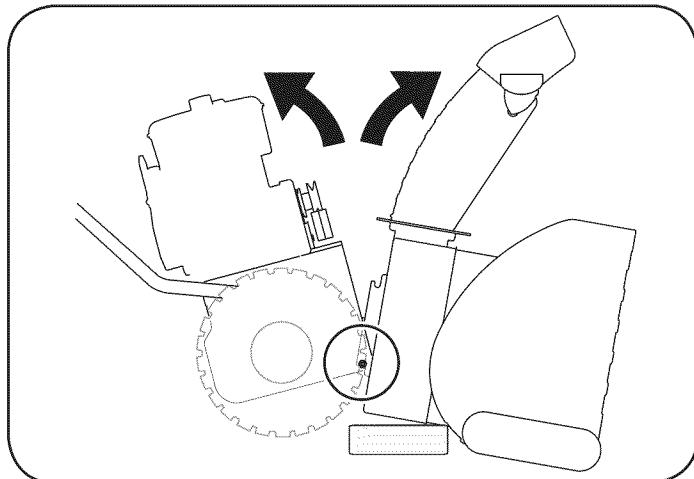

Figura 33
4. Coloque un bloque de madera debajo de la barrena de vivienda, como se muestra en la Figura 33 y separado de la vivienda barrena marco inclinando el cuerpo hacia adelante y tirando de las asas.